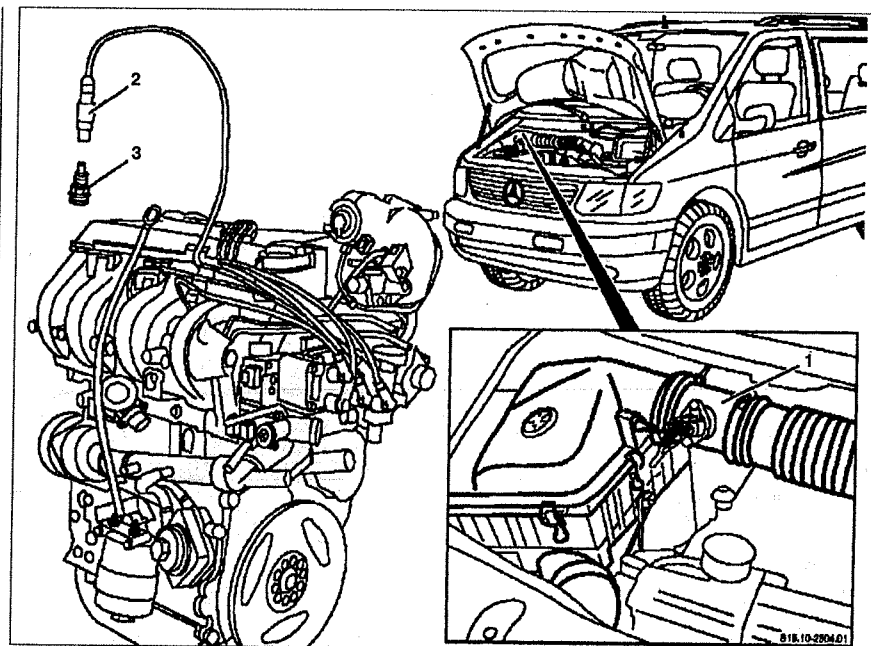

Рис. 3.41. Замена свечей зажигания:
2. Снимите массовый датчик измерения расхода воздуха 1 (см.рис.3.41).